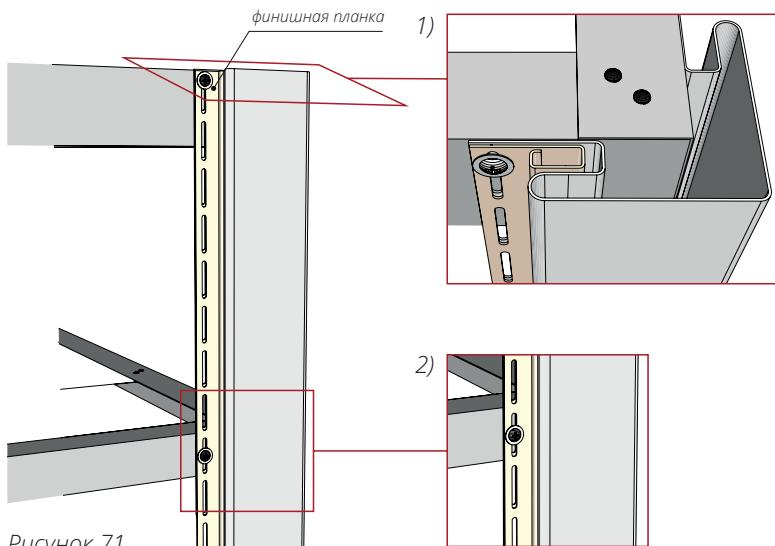

Рисунок 71
- 14.3 Монтаж стены заканчивается наружным или внутренним углом. На смонтированном доборном элементе примерьте финишную планку, совместив верхние перфорации наружного угла и финишной планки, чтобы они совпадали. При необходимости финишная планка подрезается по высоте. Выкрутите саморез и зафиксируйте этим же саморезом в то же отверстие финишную планку и наружный угол, совместив перфорационные отверстия этих доборных элементов (рис. 71, 71.1). Монтаж должен проходить согласно общим правилам монтажа.